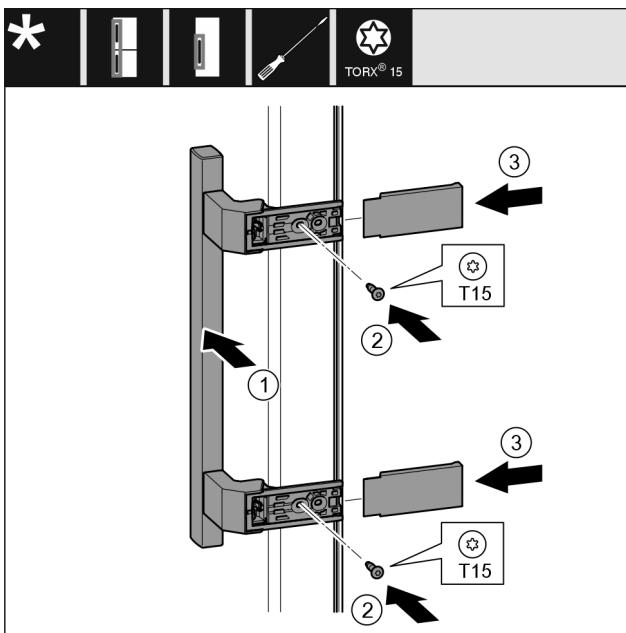

Fig. 20
- Εφαρμόστε τη λαβή Fig. 20 (1) στην απέναντι πλευρά.
- Σφίξτε τις βίδες Fig. 20 (2) με κατσαβίδι.
- Εφαρμόστε στο πλάι τα καλύμματα Fig. 20 (3) και τοποθετήστε τα.